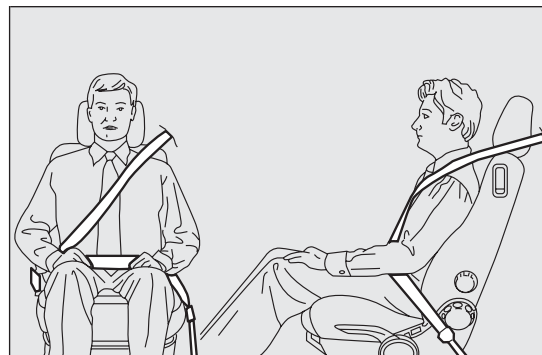

Abb. 79
**ZUR BEACHTUNG** Der Sicherheitsgurt darf niemals verdreht werden. Das obere Gurtteil ist über die Schulter und diagonal über den Oberkörper zu führen. Das untere Gurtteil muss am Becken (wie in Abb. 79 gezeigt) und nicht am Bauch des Passagiers anliegen. Keine Vorrichtungen (Klemmen, Feststeller, usw.) verwenden, durch die die Sicherheitsgurte nicht am Körper der Insassen anliegen.